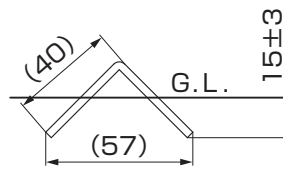

図2-2
①レール埋込み深さの施工精度を±3mm以内で施工してください。(図2-2参照)